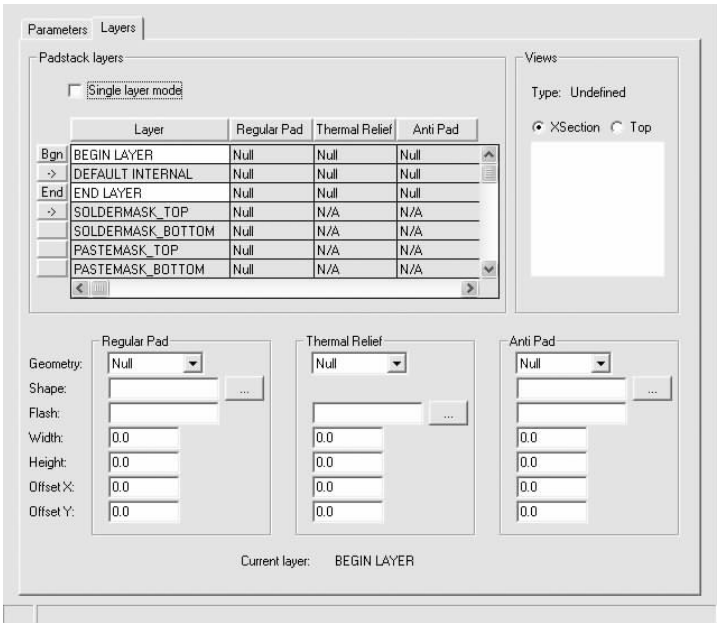

图 9-3 “Layers（层）”选项卡
2) Layers（层）选项卡可以设置焊盘所在层的参数，如图 9-3 所示。